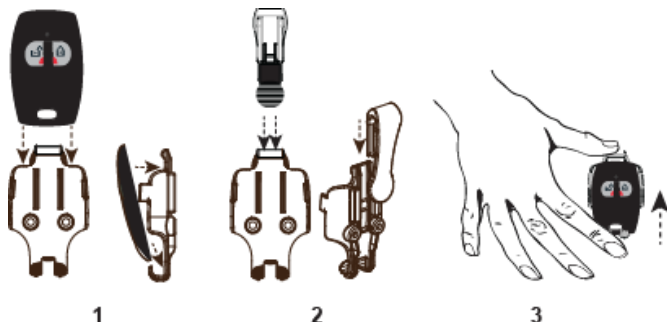

Bild 2 Fästa PB-101/102 till en bältesklämma
3. För att ta bort PB 101/102 från hållaren trycker du ned den övre delen av hållaren och pressar upp hängets med fingrarna enligt bild 2.